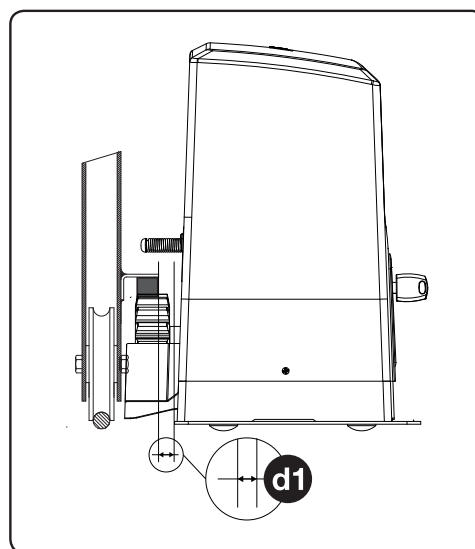

Fig. 4
N.B. E' necessario conoscere le dimensioni della cremagliera per poter calcolare con precisione il posizionamento della contropiastra (Fig. 4).